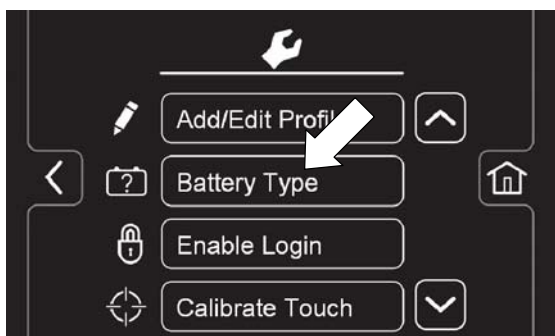

РИС. 121
4.  Нажмите кнопку Тип батареи, чтобы выбрать тип батареи, установленной на машине (Рисунок 121).